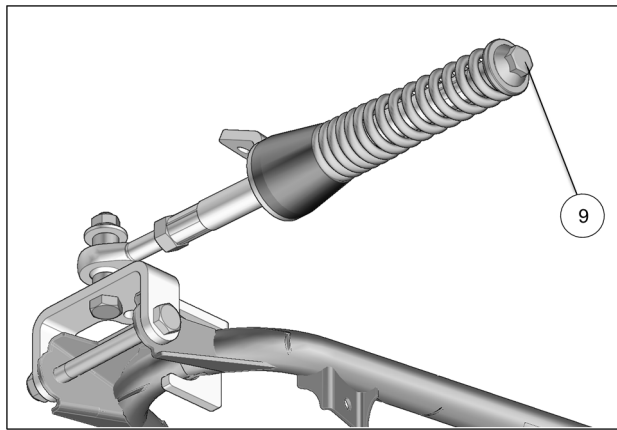

Fig. 13
12. Vérifier que le boulon du ressort (6) est serré au couple recommandé : 75 N•m [55 lb•pi]. Fig. 13